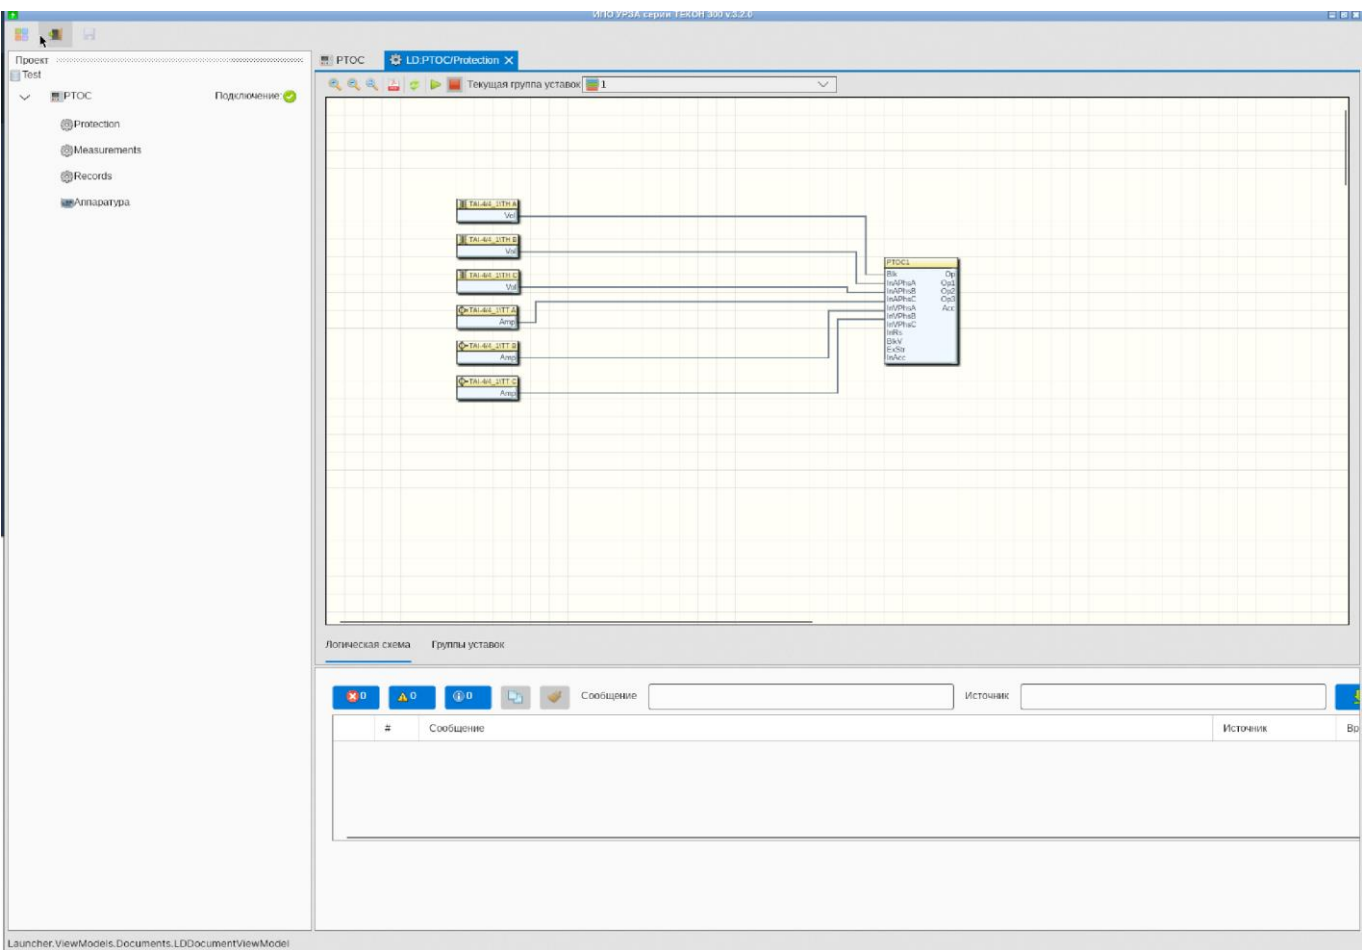

Рисунок 8.14 – Отображение логической схемы выбранного логического устройства УРЗА
- дождаться отображения логической схемы выбранного устройства УРЗА (см. рисунок 8.14).